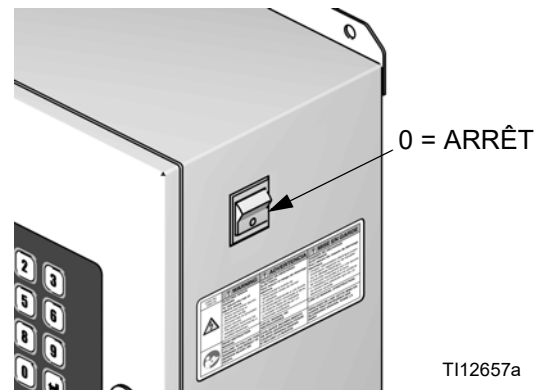

FIG. 14 : arrêt
3. Coupez l'alimentation du ProMix 2KS (position 0). FIG. 14.